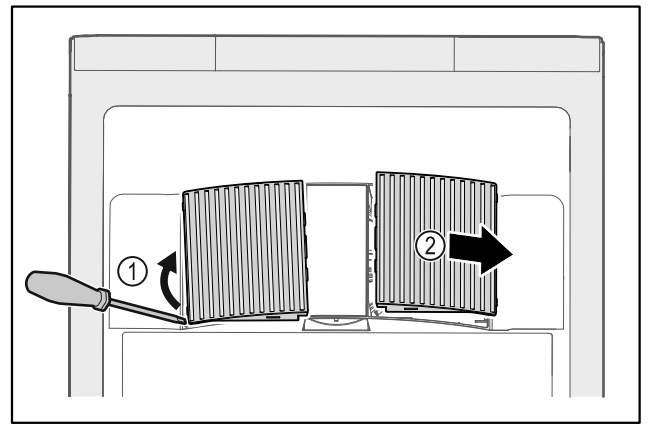

Fig. 152
- ▶ Ventilatorabdeckungen vorsichtig von der Seite heraushebeln Fig. 152 (1) und nach vorne abnehmen Fig. 152 (2).